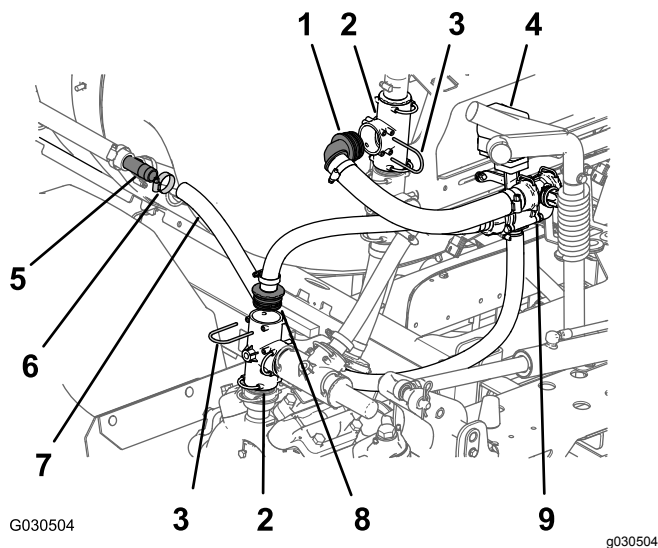

Figura 66
2. Sul lato sinistro del serbatoio dell'irroratrice (adiacente al parafango posteriore), rimuovete la fascetta stringitubo e il flessibile (1" di diametro interno) nel raccordo a T dentellato dell'ugello dell'agitatore nel punto posteriore più lontano (Figura 66).
3. Nel foro di uscita per la pompa dell'irroratrice, rimuovete il dispositivo di fissaggio e il raccordo del mozzo diritto dal raccordo a T montato verticalmente, come illustrato nella Figura 66.
4. Sul lato sinistro della staffa del collettore, rimuovete il dispositivo di fissaggio e il raccordo del mozzo a 90° dal raccordo a T superiore montato verticalmente, come illustrato nella Figura 66.